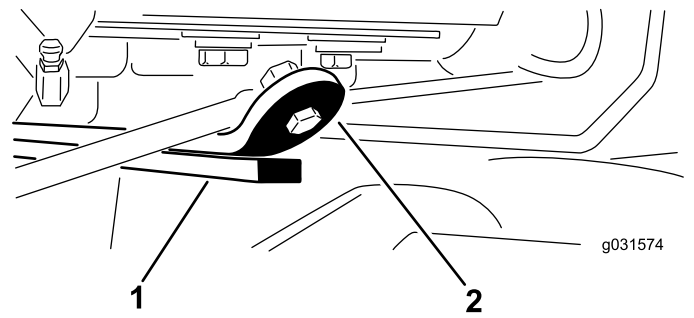

Figura 13
3. Arranque el motor, eleve las unidades de corte y compruebe que la holgura entre la pletina que está encima de la barra de desgaste de la unidad de corte trasera y la pletina de amortiguación es de 0,51 a 2,54 mm, tal y como se muestra en la Figura 13.